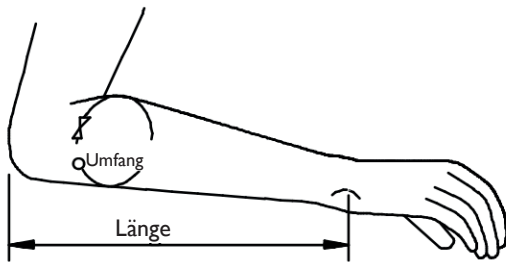

Abbildung 4: Maße
Für eine **normale Variante** hat der Unterarm eine Länge zwischen 23 und 29 cm (s. Abb. 4) und einen Umfang von 23 bis 29 cm. Für eine **große Variante** gelten eine Länge zwischen 23 und 29 cm und ein Umfang von 28 bis 34 cm (s. Abb. 4).
6. Das Trageband (B, Abbildung 4) muss so eingestellt werden, dass der Unterarm horizontal hängt. Wenn die Subluxation unzureichend angehoben wird, muss ein Aufhängepunkt gewählt werden, der näher am Oberarm sitzt. Wird die Subluxation zu stark kompensiert, was sich beispielsweise in einer Zunahme der Schmerzen äußert, sollten Sie einen Aufhängepunkt wählen, der näher am Puls sitzt.